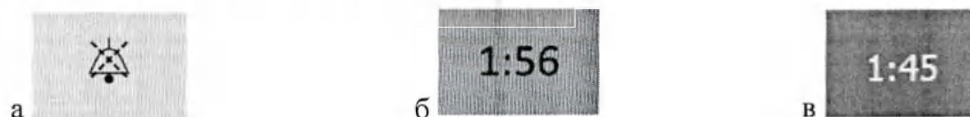

Рисунок 4.40 – Кнопка временного отключения звука тревог
Для удобства персонала звуковой сигнал тревоги можно отключить максимум на 2 минуты. Нажатие на кнопку временного отключения тревоги на экране (рисунок 4.40 а) или на панели кнопок аппарата отключает звуковые тревоги. Сообщение тревоги остается видимым в окне тревог, кроме того, отображается значок временного отключения тревоги со счетчиком оставшегося времени (рисунок 4.40 б). А рядом с кнопкой на панели кнопок аппарата горит светодиод зеленого цвета.
- Во время отсутствия тревог все тревоги можно заранее отключить (рисунок 4.40 в) на 2 минуты.